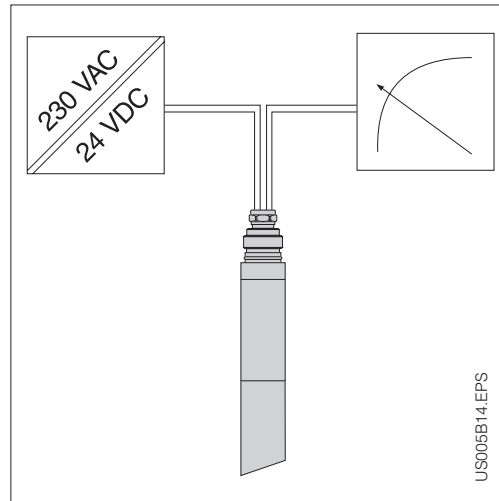
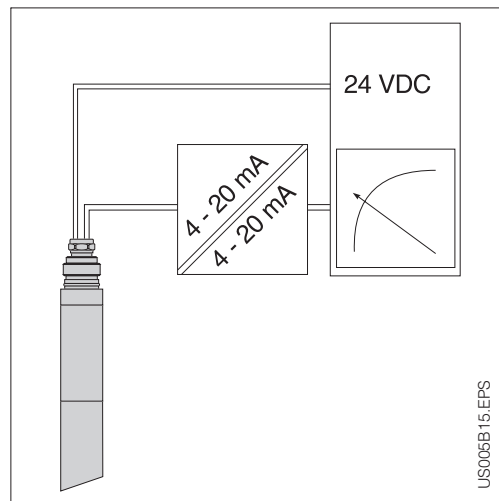

Abb. 4.1 Anschluß CUS 5 mit galvanischer Entkopplung über Netzteil
Abb. 4.2 Anschluß CUS 5 mit galvanischer Entkopplung über ein Trennmodul
- Der Sensor CUS 5 besitzt intern keine galvanische Trennung zwischen Spannungsversorgung und Signalausgang. Die Entkopplung muß entweder bei der Versorgungsspannung über ein Netzteil (Abb. 4.1) oder am Signaleingang mittels eines Trennmoduls (Abb. 4.2) erfolgen. Auf ein Trennmodul kann verzichtet werden, wenn die angeschlossene Bürde potentialfrei betreibbar ist.